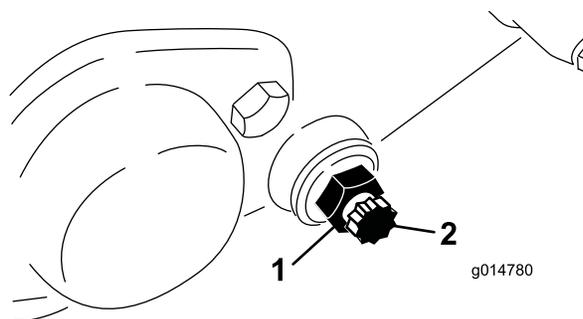

Рисунок 59
3. На каждой стороне машины ослабьте зажимную гайку, стопорящую болт неподвижной планки (Рисунок 59).
4. Снимите оба болта неподвижной планки, чтобы ее можно было потянуть вниз и снять с машины. На каждом конце неподвижной планки оставьте 2 нейлоновых и 2 штампованных стальных шайбы (Рисунок 59).